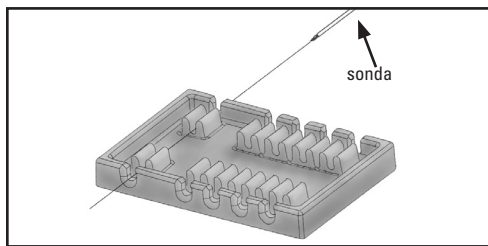
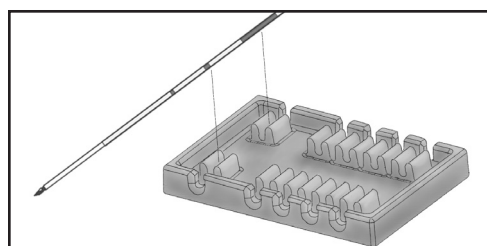

Figura 1
Figura 2
3. Coloque la primera sonda en el separador deslizando en este (como se muestra en la figura 1) o encajándola en el eje de la sonda (como se muestra en la figura 2).
4. Coloque la segunda sonda en el separador deslizando en este (como se muestra en la figura 1) o encajándola en el eje de la sonda (como se muestra en la figura 2).